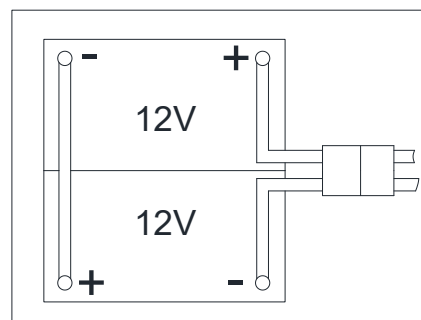

Figura 3
La máquina requiere dos baterías de 12 V, conectadas según el diagrama (Figura 3).
4. Abra la tapa del depósito de recogida (1) y comprueba si el depósito de recogida (25) está vacío; de lo contrario vacíelo mediante la manguera de desagüe (22) .
5. Cierre la tapa del depósito de recogida (1).
6. Vuelque el depósito de recogida con cuidado (25).
8. Pase e instale el cable de las baterías como se indica (en la Figura 3), luego apriete cuidadosamente la tuerca en cada uno de los terminales de la batería.
9. Coloque la tapa protectora en cada terminal, a continuación, conecte el conector de la batería (38).
10. Baje con cuidado el depósito de recogida (25).